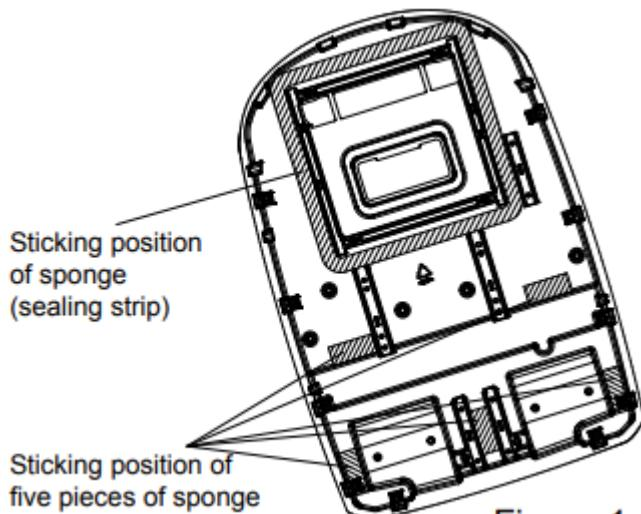

Figure 1
1. Avant de procéder au collage, nettoyez les objets à la position de collage (comme indiqué dans la figure 1) du châssis de l'unité extérieure afin de vous assurer que la position de collage est propre ;
2. Retirez un morceau d'éponge (bande d'étanchéité) et cinq morceaux d'éponge des accessoires, puis déchirez le papier sur la surface de collage et alignez-le sur le bord de la position comme indiqué dans la figure 1 pour coller l'éponge. Si l'éponge (bande d'étanchéité) est endommagée ou n'est pas collée dans la bonne position, vous devez la remplacer par une nouvelle et la coller correctement ;